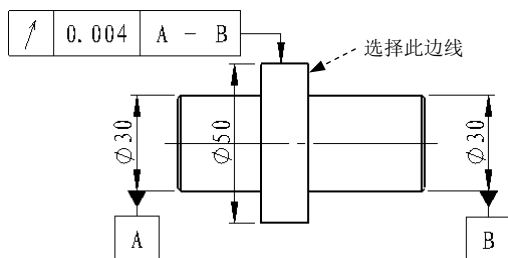
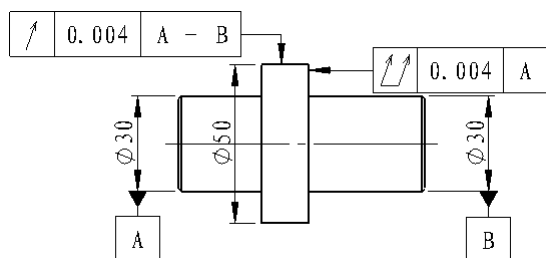

图 6.5.29 选取放置边
图 6.5.30 “全跳动”形位公差
Step3. 放置形位公差符号。选取图 6.5.29 所示的边线, 然后在合适的位置单击以放置形位公差, 分别拖动形位公差符号的箭头和框体至图 6.5.30 所示的位置。